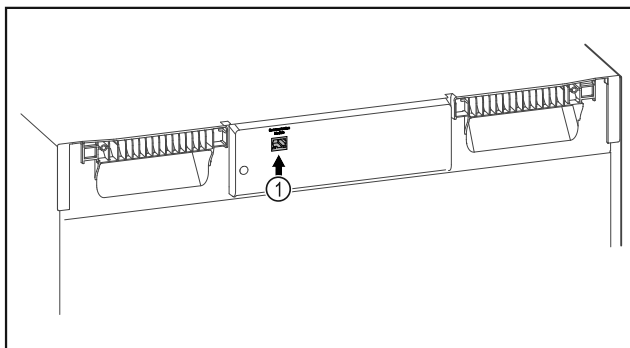

Fig. 94
- SmartModule Fig. 94 [1] on otettu käyttöön.